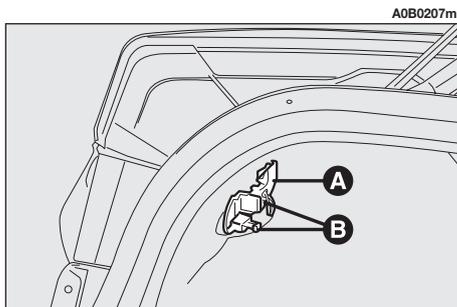

Abb. 44
- Die Lampenhaltergruppe (**A, Abb. 44**) durch Betätigung der Rückhaltefedern (**B, Abb. 44**) herausnehmen.
– Die Lampenhaltergruppe wieder einsetzen und korrekt in der Aufnahme durch die Rückhalteungen (**B, Abb. 44**) befestigen.